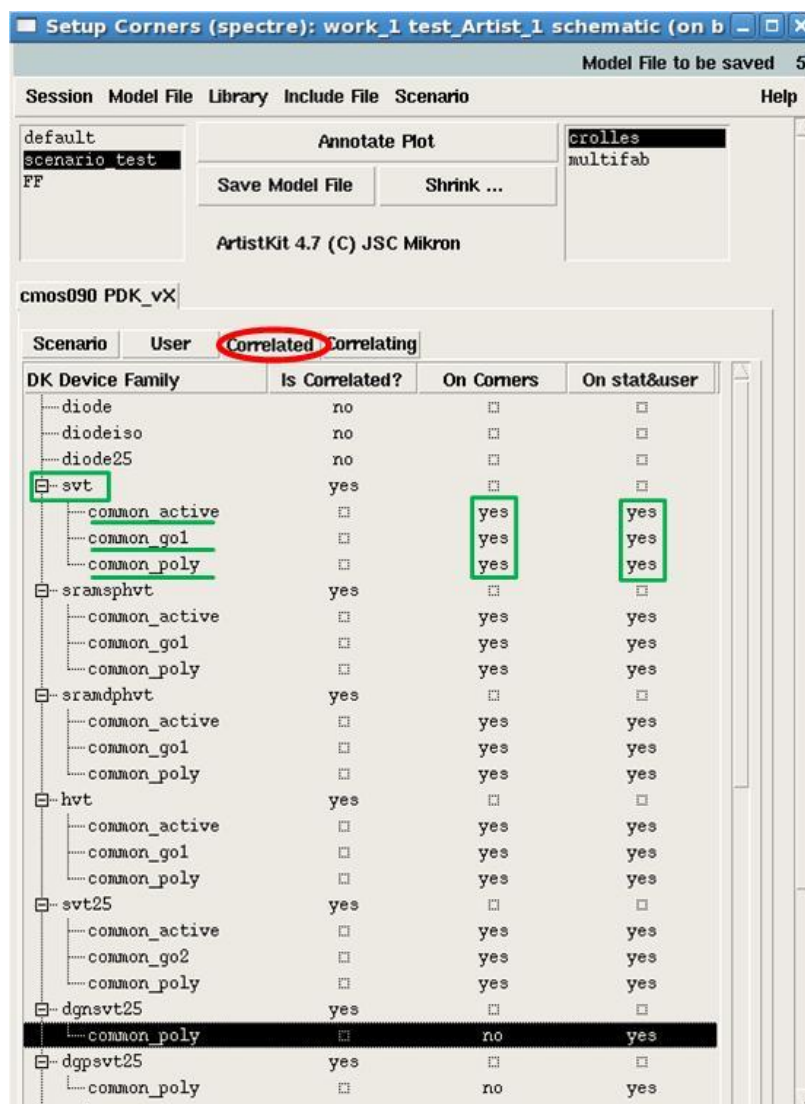

Рис. 2.7 Вкладка Correlated.
- Во вкладках *Correlated* и *Correlating* (рис. 2.7, 2.8), существуют два взаимодополняющих отображения корреляций между *DK Device Family* и *DK Common Family*.